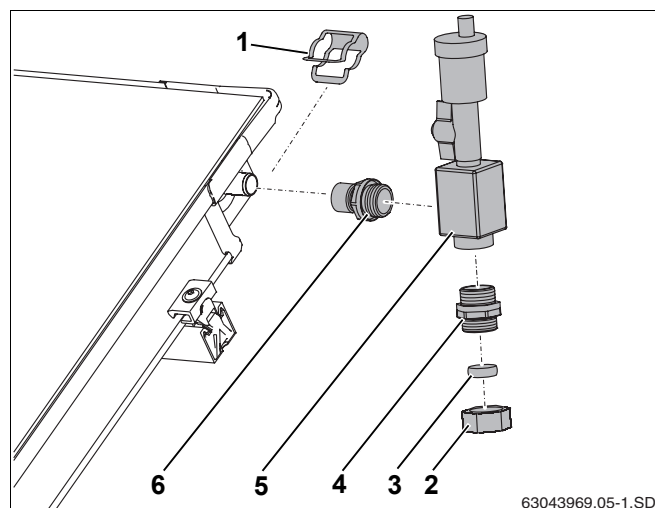

Рис. 60 Подключение воздушного клапана
- Завернуть ниппель (рис. 60, **поз. 6**) и двойной ниппель (рис. 60, **поз. 4**) в воздухосборник (с кольцевым уплотнением).
- Надеть воздухосборник (рис. 60, **поз. 5**) с ниппелем на штуцер коллектора и закрепить зажимом.
- Подключить сборную линию к резьбовому соединению с зажимным кольцом (18 мм) (рис. 60, **поз. 2**).